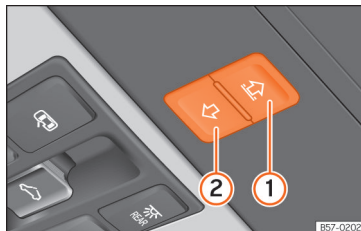

Abb. 94 Im Dachhimmel: Tasten des Sonnenschutzrollos.
Die Tasten »» **Abb. 94** **(1)** und **(2)** haben zwei Stufen. In der ersten Stufe kann das Sonnenrollo ganz oder teilweise geöffnet oder geschlossen werden.
- **Sonnenschutzrollo:** Innerhalb von etwa 5 Sekunden nach dem Auslösen der Kraftbegrenzung die Taste » Abb. 94 ⓐ so lange drücken, bis das Sonnenschutzrollo vollständig geschlossen ist.